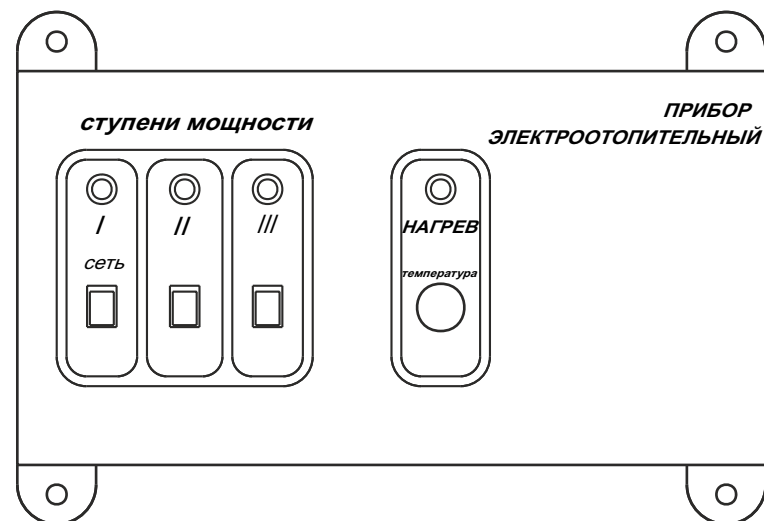
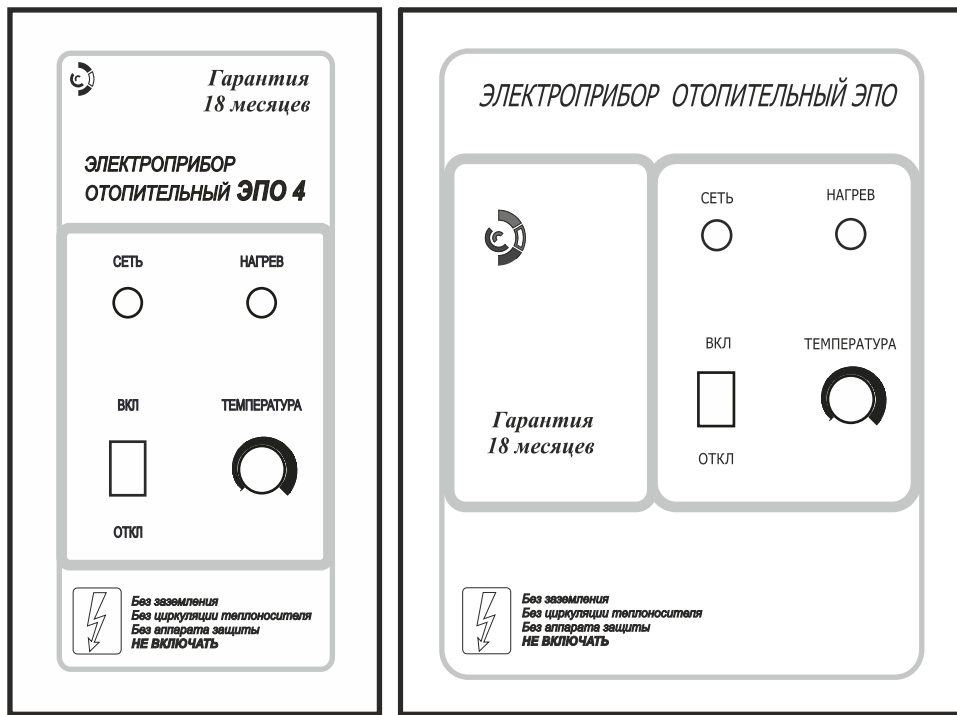

Рисунок 2. ПУ ЭПО трехступенчатый
Рисунок 3. Пульты управления ПУ ЭПО-М1-4 и ПУ ЭПО-М1-6-30
4.3 Приборы ЭПО-7,5;-9,45;-12;-15;-18;-24;-30 комплектуется одним из двух видов пультов управления: трёхступенчатым (рис.2) или одноступенчатым ПУ ЭПО-М1 (рис.3).